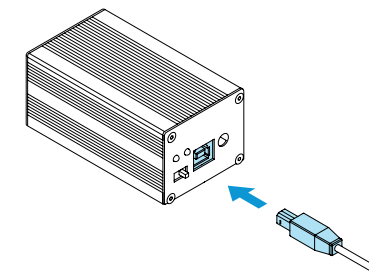

Рисунок 10. Подключение интерфейсного блока к ПК
- Подключить интерфейсный блок к ПК USB-кабелем (2) (рисунок 10)